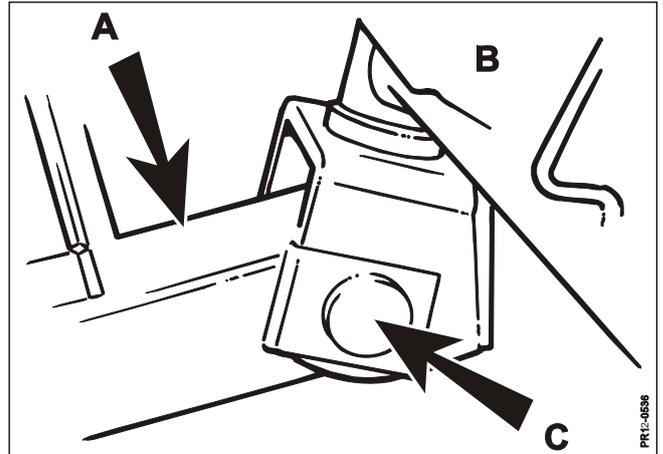

Fig. 1-2
- Fig. 1-2:** Der Toprahmen B wird an dem Ausleger A mit Zapfen C festgemacht.